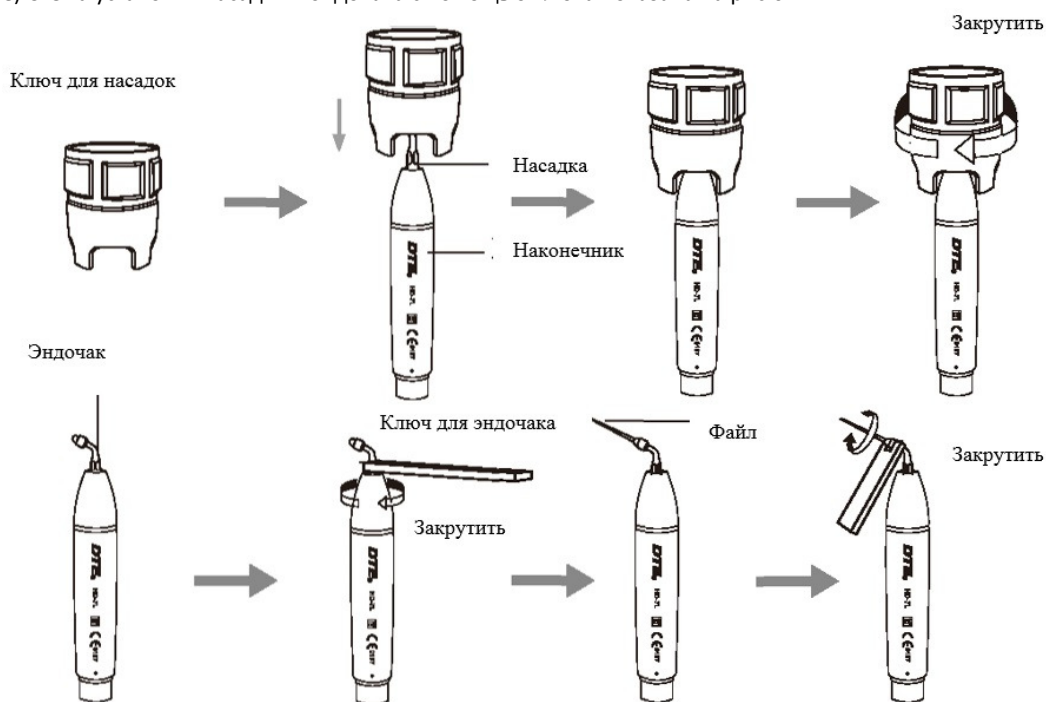

Рисунок 6
е) Схема установки насадки и эндочака с помощью ключа показана на рис.6.
- з) Выберите нужную насадку для удаления зубного камня и плотно прикрутите ее на наконечник с помощью ключа для насадок (рис.6).
2.1.3. Инструкция по применению ключа для насадок (показан на рис. 6)
1) Вставьте насадку для удаления зубного камня в ключ для установки насадок; действуйте в соответствии с рис. 6.
а) Установите эндочак на наконечник с помощью ключа для эндочаков (См. рис. 6).